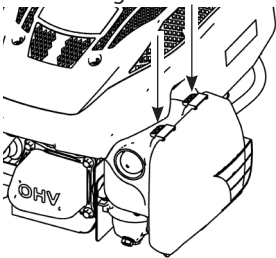

FIGURE 11A
1. Appuyer sur les deux pattes du couvercle du logement de filtre. **VOIR FIGURE 11A.**